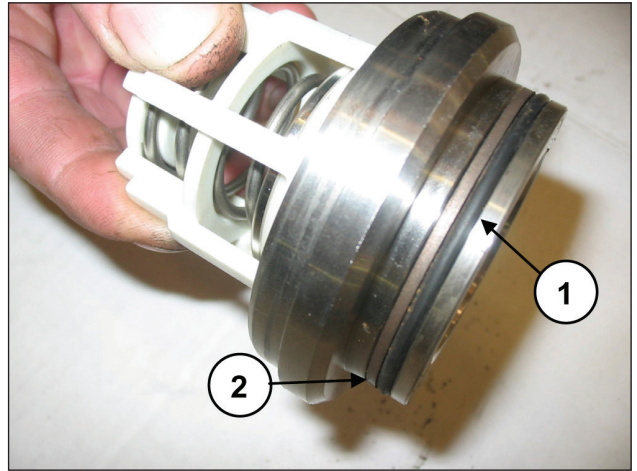

图106
在排出阀座上安装O形环，分解图部件号5 (部件号①, 图106) 和密封环，分解图部件号15 (部件号②, 图106)。